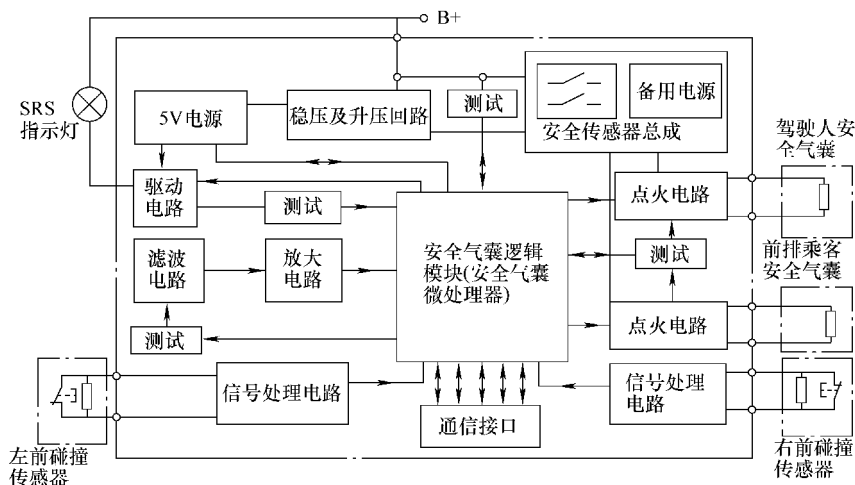

图 9-11 安全气囊系统电脑工作原理
(2) 安全气囊系统电脑原理 安全气囊电脑是安全气囊系统的控制中心, 工作时主要接收碰撞传感器及其他各传感器输入的信号, 然后进行整形、放大和滤波后转换为 SRS 电脑能够接收、识别和处理的信号, 最终判断是否点火引爆气囊充气, 如图 9-11 所示。